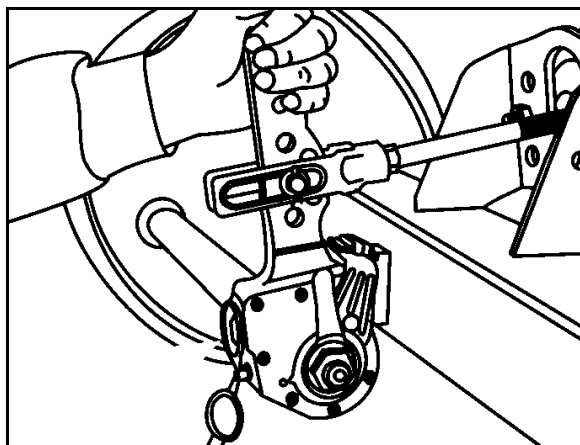

Fig. 88
Aktivér bremsearmen manuelt (Fig. 88) i trykretningen. Ved en afstand for langslag-membrancylinder-trykstangen på maks. 35 mm skal hjulbremsen justeres.
2. Drej stilleskruen (pil) ca. (Fig. 88) $\frac{3}{4}$ omdrejning tilbage mod urets retning med ringnøglen. Der skal være en afstand på mindst 50 mm, ved håndtagslængde 150 mm.